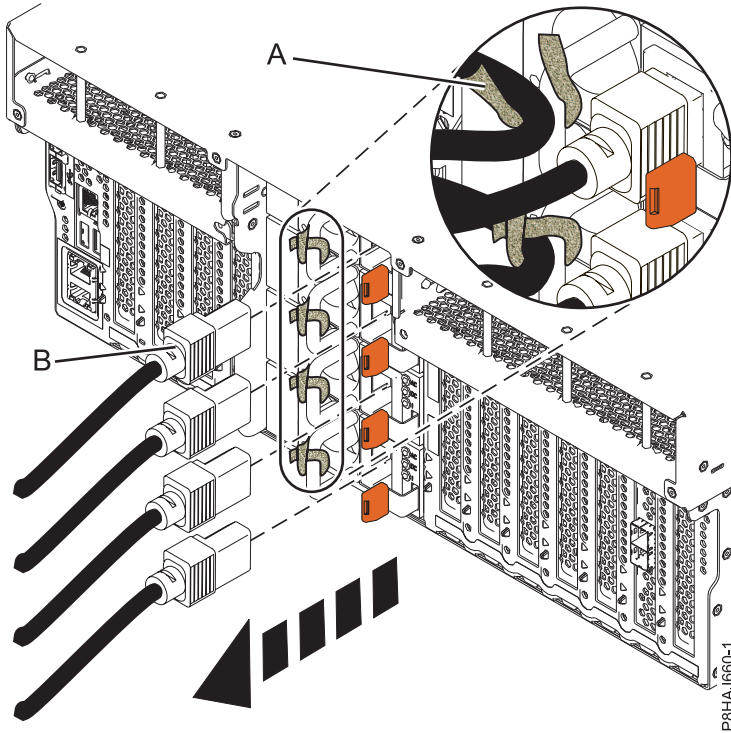

Figura 46. Extracción de los cables de alimentación de un sistema 8247-42L, 8286-41A o 8286-42A
3. Desconecte los cables de alimentación (**B**) de la unidad del sistema. Consulte la Figura 46 en la página 96, la Figura 47 en la página 96 o la Figura 48 en la página 97, dependiendo del tipo de sistema.